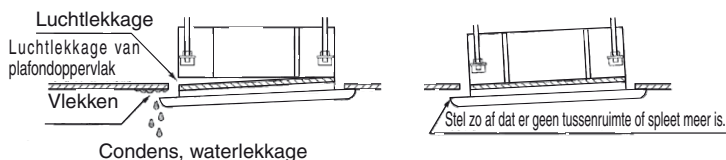

Afb. 7-9
- (4) Controleer of het paneel goed vast zit aan het plafond.
- Controleer nu ook of er geen ruimte of spleet zit tussen de unit en het plafondpaneel, of tussen het plafondpaneel en het plafondoppervlak. (Afb. 7-9)